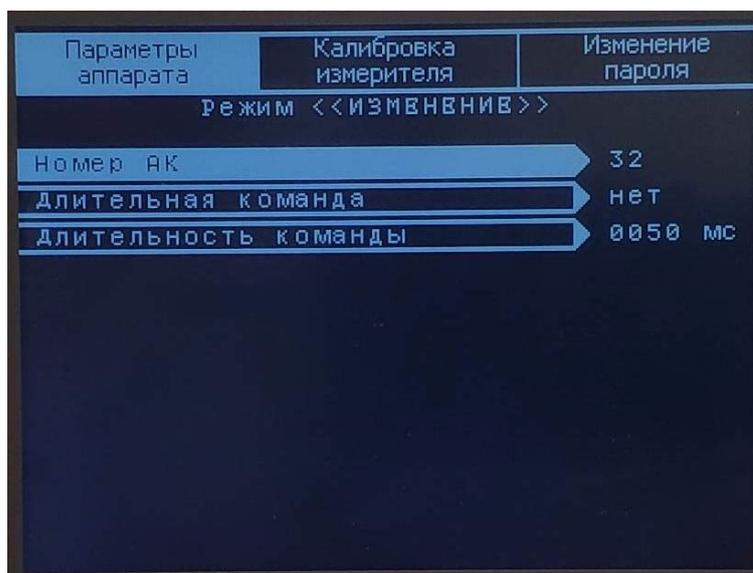

Рисунок 8 – Подраздел «Конфигурация команд»
**2.1.1. «Конфигурация команд»** - подраздел предназначен для задания длительности передаваемых аварийных команд (см. рисунок 8).